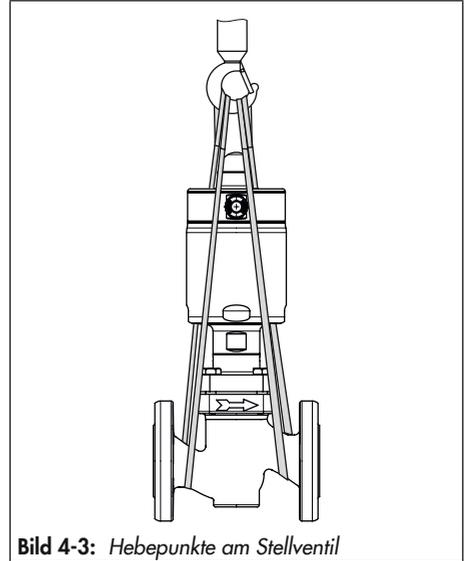

Bild 4-3: Hebepunkte am Stellventil
1. Je eine Hebeschlinge an den Flanschen des Gehäuses und am Tragmittel (z. B. Haken) des Krans oder Gabelstaplers anschlagen, vgl. Bild 4-3.